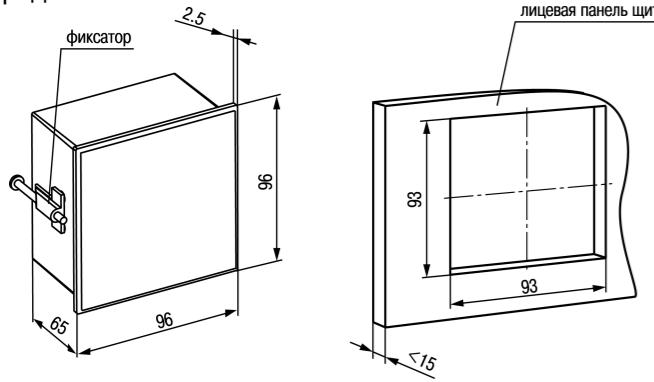

Рисунок 4 – Габаритные размеры корпуса Щ1
- 1) Подготовить на щите управления монтажный вырез для установки прибора (см. рисунок 4).